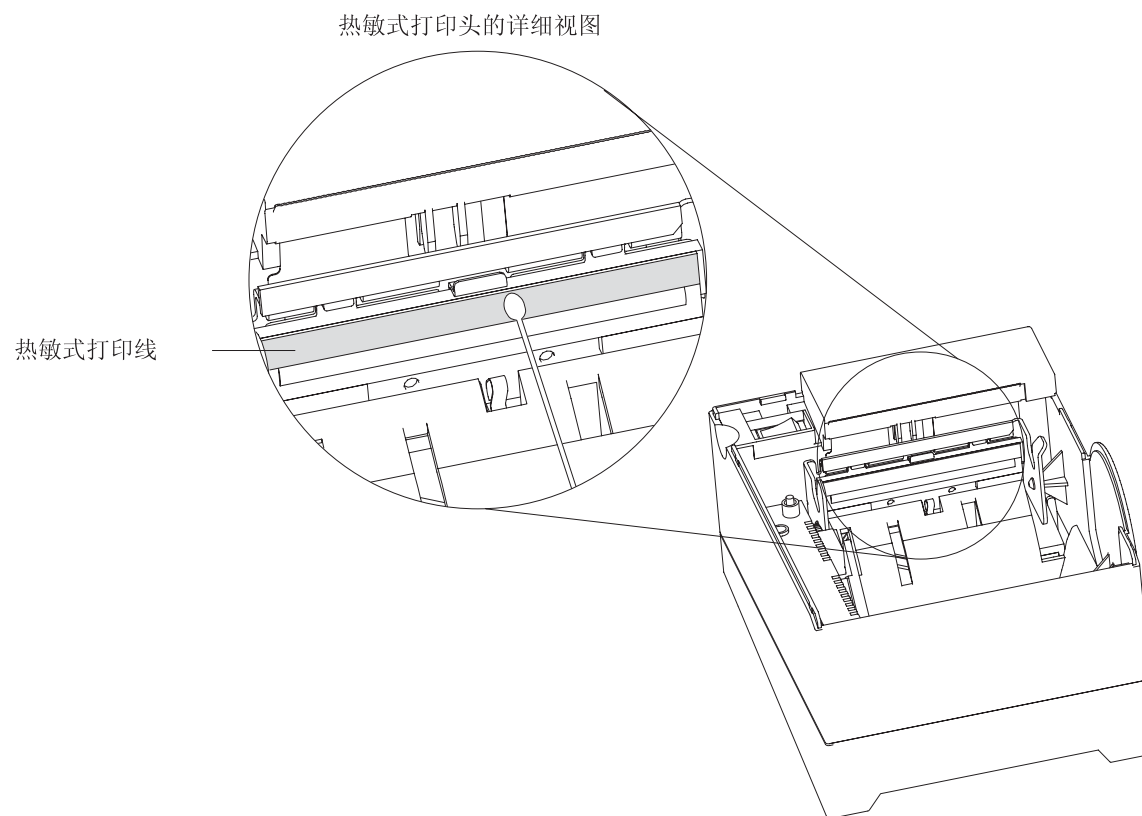

图 29. 打印头与打印行区域（型号 TF7 和 TM7）
2. 使用浸泡过异丙醇的棉签，在打印头的打印行及其周围区域，轻轻拭擦数次。请参阅图 29。